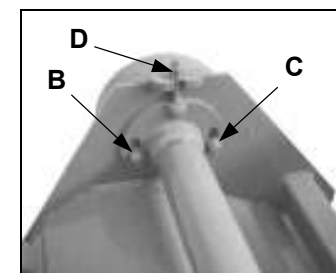

Fig. 5
2. Allentare i dadi di bloccaggio B e C fig. 5
3. Avvitare il dado di registrazione D (fig. 5) fino al raggiungimento della tensione regolare delle cinghie